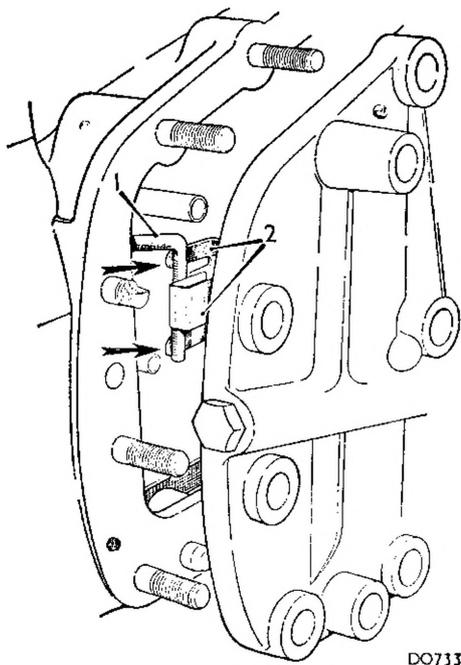

Fig. Fa. 21
41. Rimontare la pompa ausiliaria ed il complessivo del regolatore ed inserire la tiranteria del blocco valvole con il modello più recente di regolatore, come è illustrato in figura Fa. 21 a fianco; assicurare parimenti l'allineamento corretto rispetto ai condotti dell'olio e l'albero in avanti. Il manicotto in plastica installato sopra gli anelli all'albero serve per facilitare l'operazione di rimontaggio: esso si staccherà passando lungo l'albero della frizione in avanti. Serrare i dadi di arresto in base alla coppia riportata alla voce "CARATTERISTICHE PRINCIPALI".